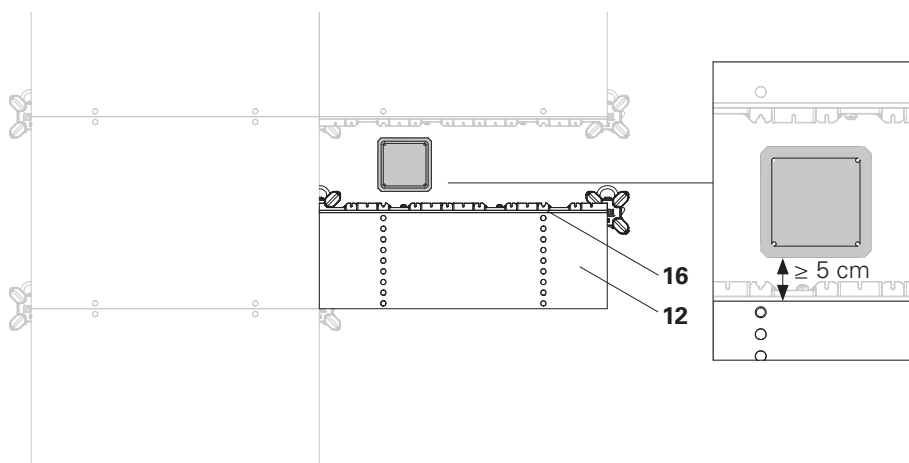

Fig. D3.07
7. Répéter les étapes 2 à 6 du côté opposé du poteau. (Fig. D3.07)